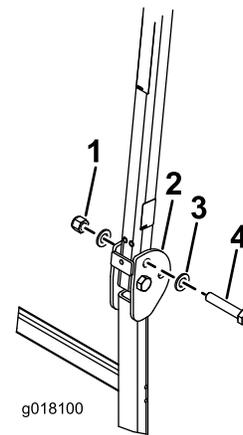

図 15
3. ピンを抜いた穴に、ボルトとワッシャを取りつける図 15。
4. 図 15のように各ボルトにもう1枚のワッシャを入れ、ナット3/4"で固定する。各ナットを 323-396 N·m33-40 kg.m = 238-292 ft-lbにトルク締めする。
5. ROPSのピボットボルト図 15をトルク締めする91-113 N·m9.3-11.5 kg.m = 67-83 ft-lb。これはサンシェードの重みでROPSが揺れるのを防止するためである。
2. 図 15に示すように、ワッシャ13/16 x 1 1/2"を各ボルト3/4 x 4"に組み付ける。